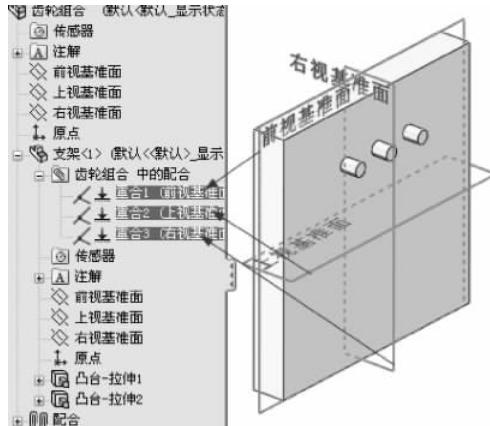

图 3-77 查看零件配合
(7) 在装配体的特征树中展开零件【支架】的特征树，单击【齿轮组合中的配合】前的图标 ，可以查看如图 3-77 所示的支架零件在装配体环境中所添加的配合类型。